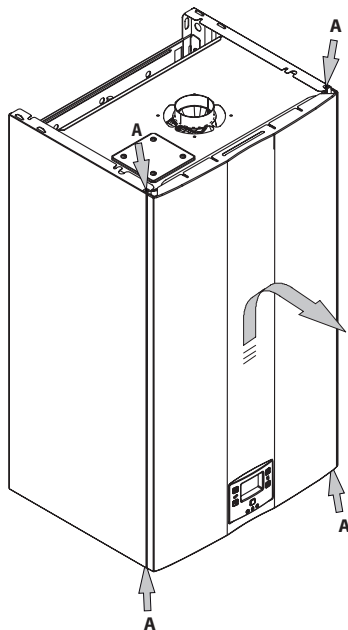

图 8.1
- 拆掉螺钉 A。将前面板向您的方向拉, 从而将其拆下 (图 8.1)。